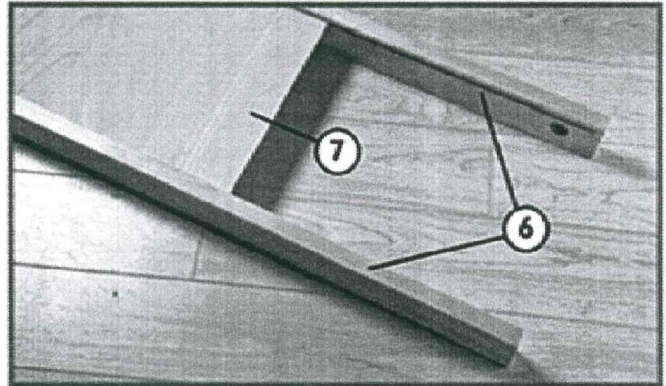

Fig. 2
2. Faites glisser la tablette (7) dans les deux traverses (6) (Figure 2)